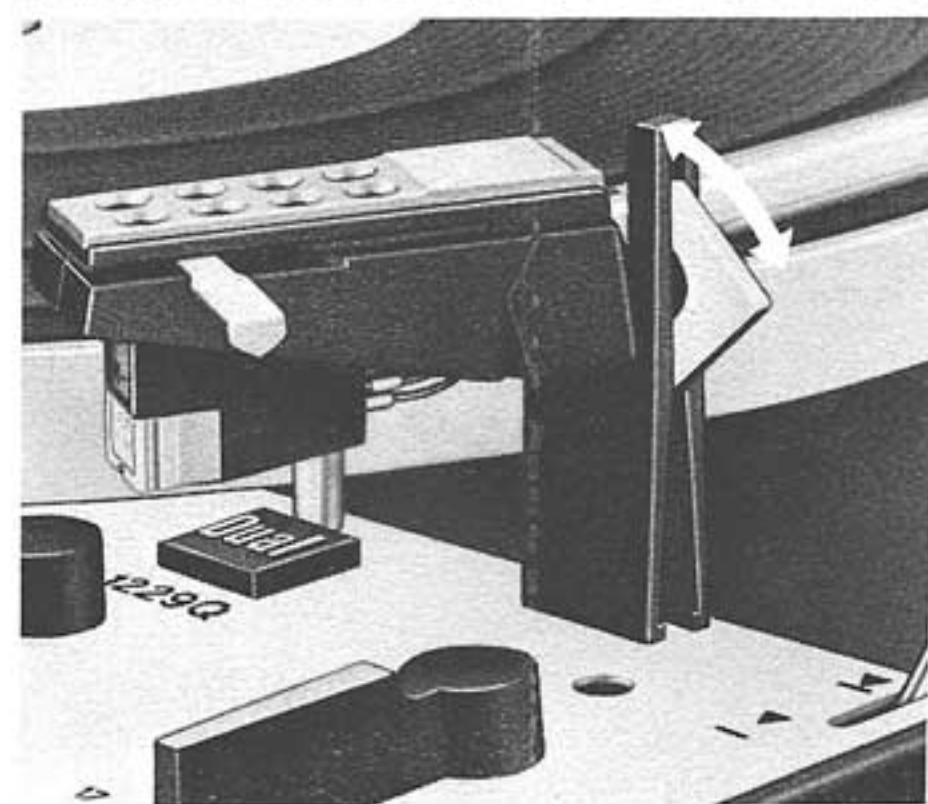

Fig. 7
disque (17, 25 ou 30 cm) et déverrouillez le bras de lecture (fig. 7).
**Remarque:** après l'audition du disque ou du dernier disque d'une pile, le retour du bras et l'arrêt s'effectuent automatiquement. Il est alors conseillé de verrouiller le bras (fig. 7)